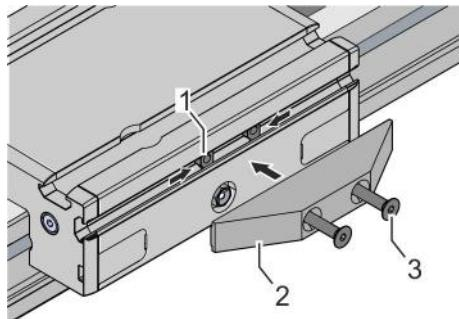

Abb. 32: Betätiger montieren
1. → Nutensteine (Abb. 32/1) in die Nut des Führungsschlittens einsetzen und positionieren.
2. → Betätigerteil (Abb. 32/2) in Höhe der eingesetzten Nutensteine aufsetzen.
3. → 2 Schrauben (Abb. 32/3) festziehen: